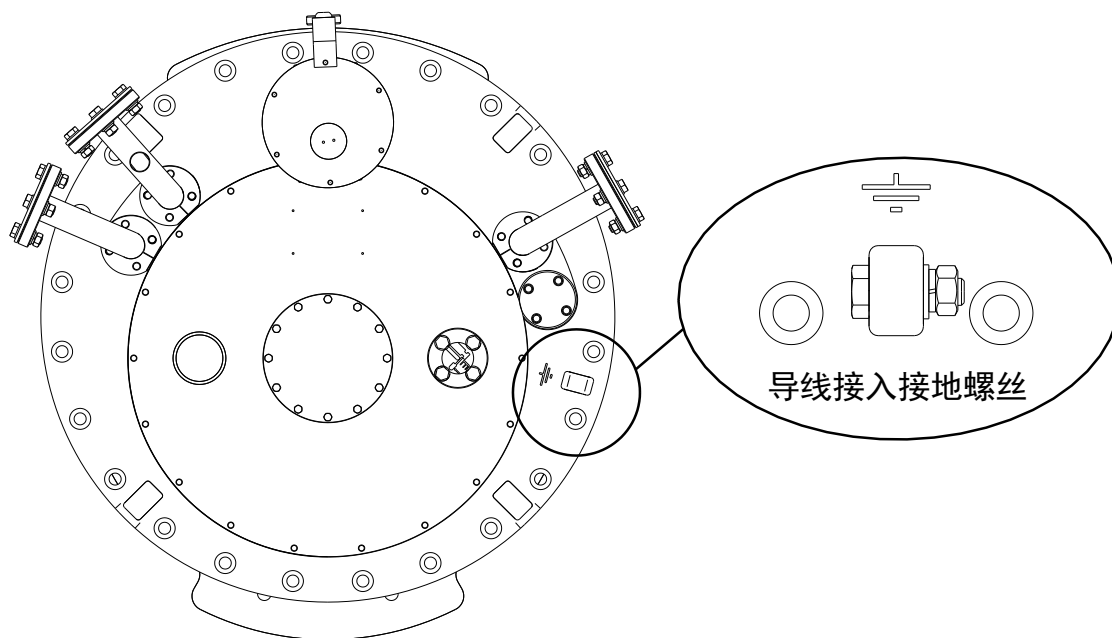

图 9-3 导线接入接地螺丝位置图
1. 将开关安装法兰接地螺栓接至变压器箱盖（1 个 M12 螺栓和螺母），19 号扳手。（见图 9-3）